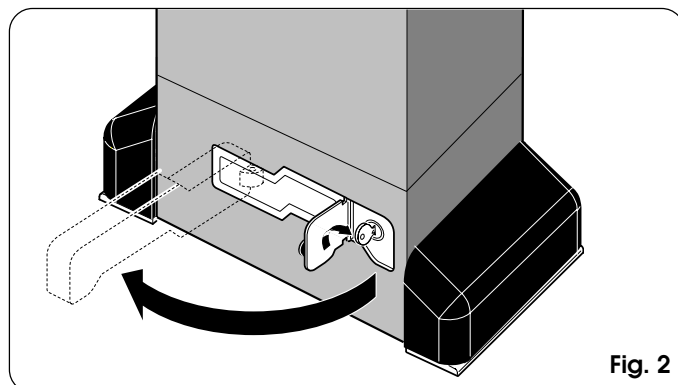

Fig. 2
- 2) Draai de sleutel met de klok mee en trek aan de ontgrendelhendel zoals aangegeven op fig. 2.